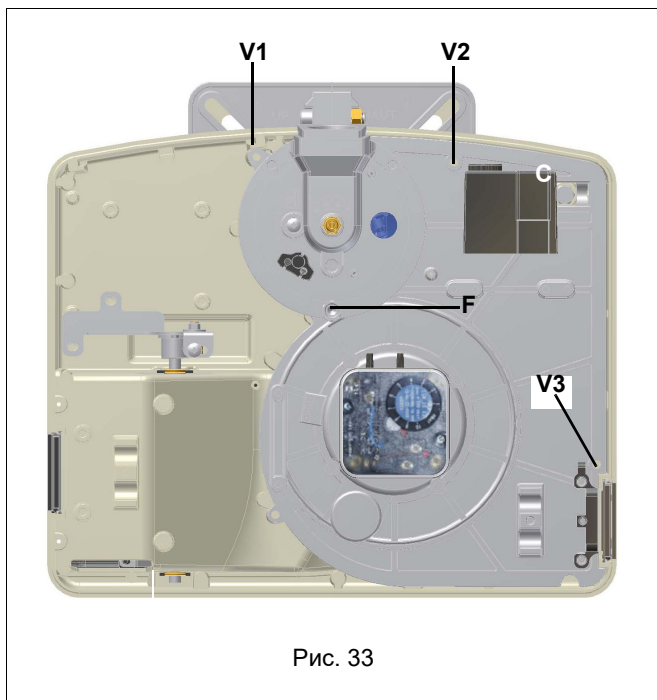

Рис. 33
- Снять, проверить и почистить голову сгорания (см. Рис. 33 и последующие)
- 1 Снять плиту с компонентами горелки **С**, отвинтив для этого 3 винта **V1**, **V2**, **V3** и крепежный штифт **F** (Рис. 33..).